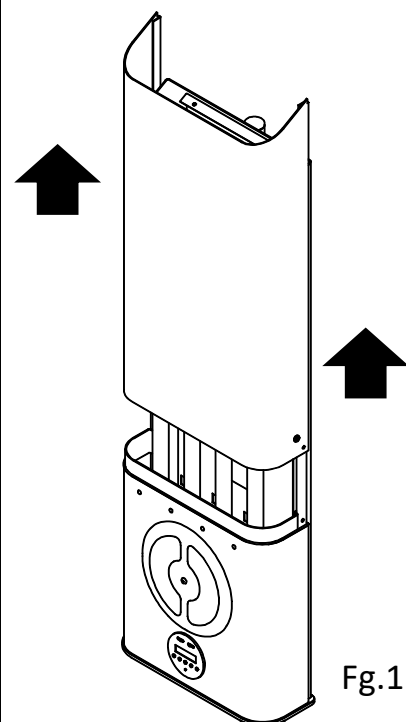

Fig.11
Il est maintenant possible de refermer l'appareil, commencer en réintroduisant le carter supérieur retiré précédemment lors de la phase 4. (Fig.11)
7. Refermer avec le carter supérieur les lampes en rebranchant la terre Fig.11